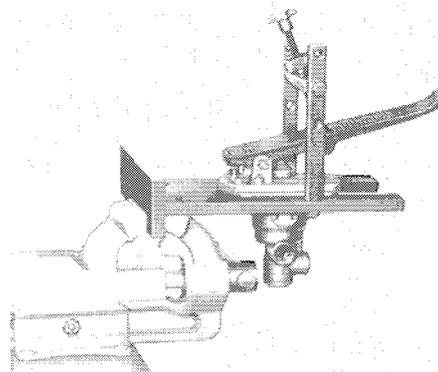

Abb. 5
5. a) Spannvorrichtung mit Bremsventil im Schraubstock umspannen. (Abb. 5)